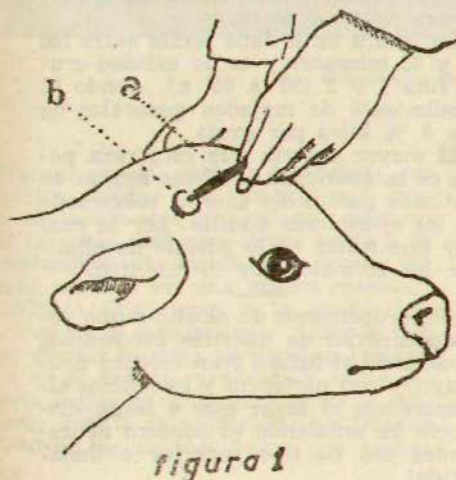

figura 1
- 5) Un cuchillo de hoja larga o un cortador de cuajada que se hace fácilmente con un armazón de hierro y unos alambres como se ve en la figura 1.